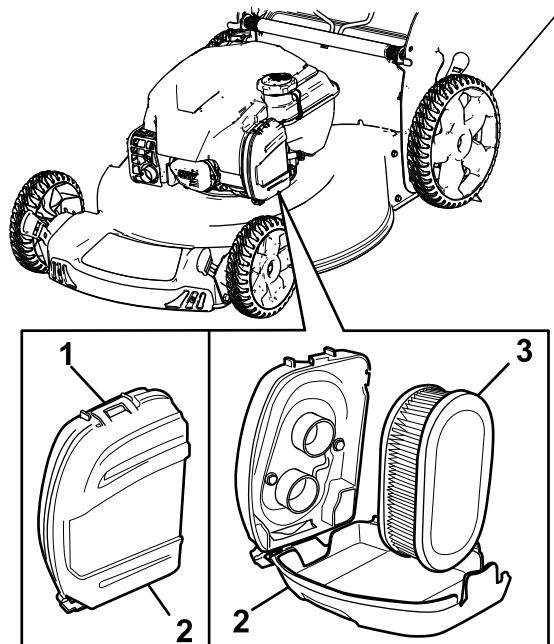

Figure 24
- Déclipsez le haut du couvercle du filtre à air (Figure 24).
- Retirez le filtre à air (Figure 24).